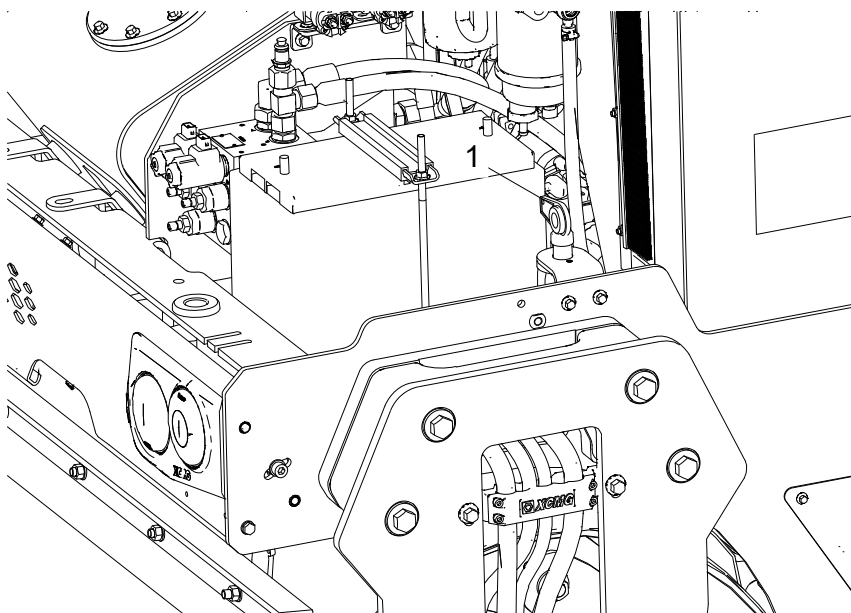

Рисунок 4-6: Выключатель питания расположен рядом с аккумулятором на левой стороне под капотом двигателя
- Если главный выключатель питания выключен (см. рисунок 4-6), то сигнальная лампа не работает.